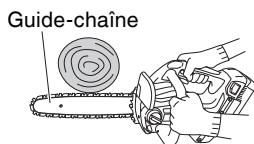

Fig. 24
- (5) Si vous entamez le bois par le dessous, touchez légèrement la partie supérieure du guide-chaîne. (Fig. 24)